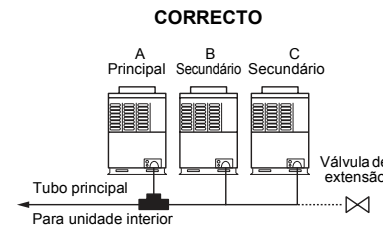

Figura 1
- 1) Certifique-se de utilizar uma unidade principal para a unidade exterior inicial a ser conectada ao tubo principal. (Figura 1)